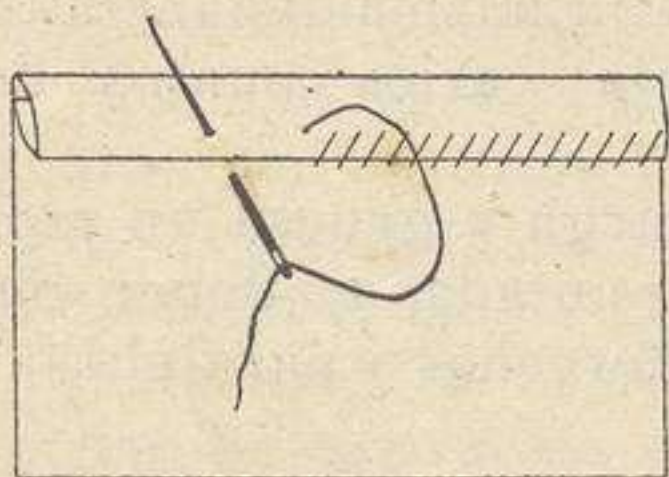

Fig. 4.—Dobladillo
**Doblado** (fig. 4).—Se dobla dos veces el borde de la tela. Se clava después la aguja tomando algunos hilos de la tela y atravesando oblicuamente el pliegue.